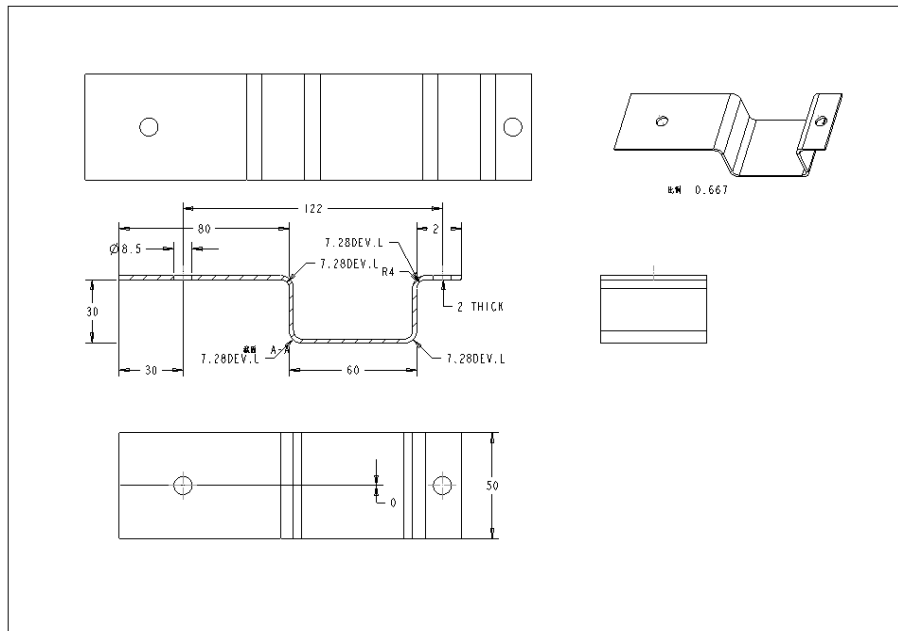

图 8-38 显示来自模型的尺寸和轴线
(3) 从“显示模型注释”选项卡切换至  (显示模型基准) 选项卡, 在“类型”下拉列表框中选择“轴”选项, 单击  (全部选择) 按钮以选择模型中的所有轴线作为要显示的项目, 单击“应用”按钮。
(4) 在“显示模型注释”选项卡中单击  (关闭) 按钮。此时, 显示来自模型的尺寸和轴线如图 8-38 所示。很显然, 需要调整相关尺寸的默认放置位置, 以使工程图图幅页面整洁有序, 便于读图。